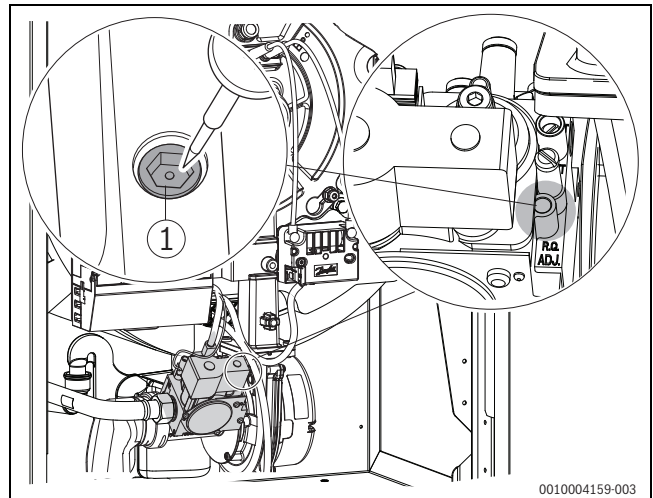

Bild 49 CO₂- / O₂-Einstellung bei Volllast vornehmen
- ▶ Bei CO₂-Werten (Werte in Klammern=O₂-Werte) unter 8,5 % (O₂=5,8 %) oder über 9,6 % (O₂=3,8 %) die Einstellung an der Volllast-Einstellschraube korrigieren (→ Bild 49, Seite 28, und Tabelle 8).
- ▶ Bei CO₂-Werten (Werte in Klammern=O₂-Werte) unter 9,8 % (O₂=6,0 %) oder über 10,8 % (O₂=4,5 %) die Einstellung an der Vollast-Einstellschraube korrigieren (→Bild 49, Seite 28 und Tabelle 9).